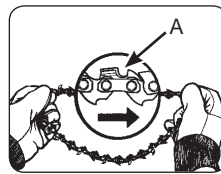

Fig. 4A
1. Étalez la chaîne dans la rainure avec les bords tranchants (A) dans le sens des aiguilles d'une montre (Fig. 4A).